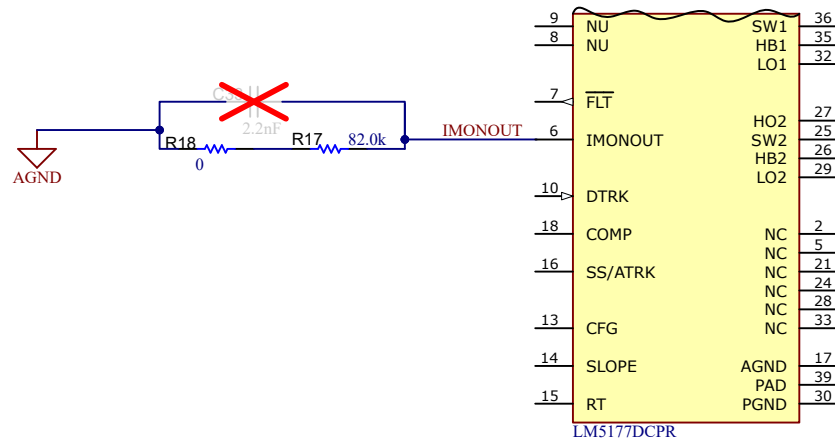

图 2-1. 用于电流监测的 IMONOUT 组件
- IMONOUT 以及与 GND 连接的电阻器 - 请参阅 图 2-1